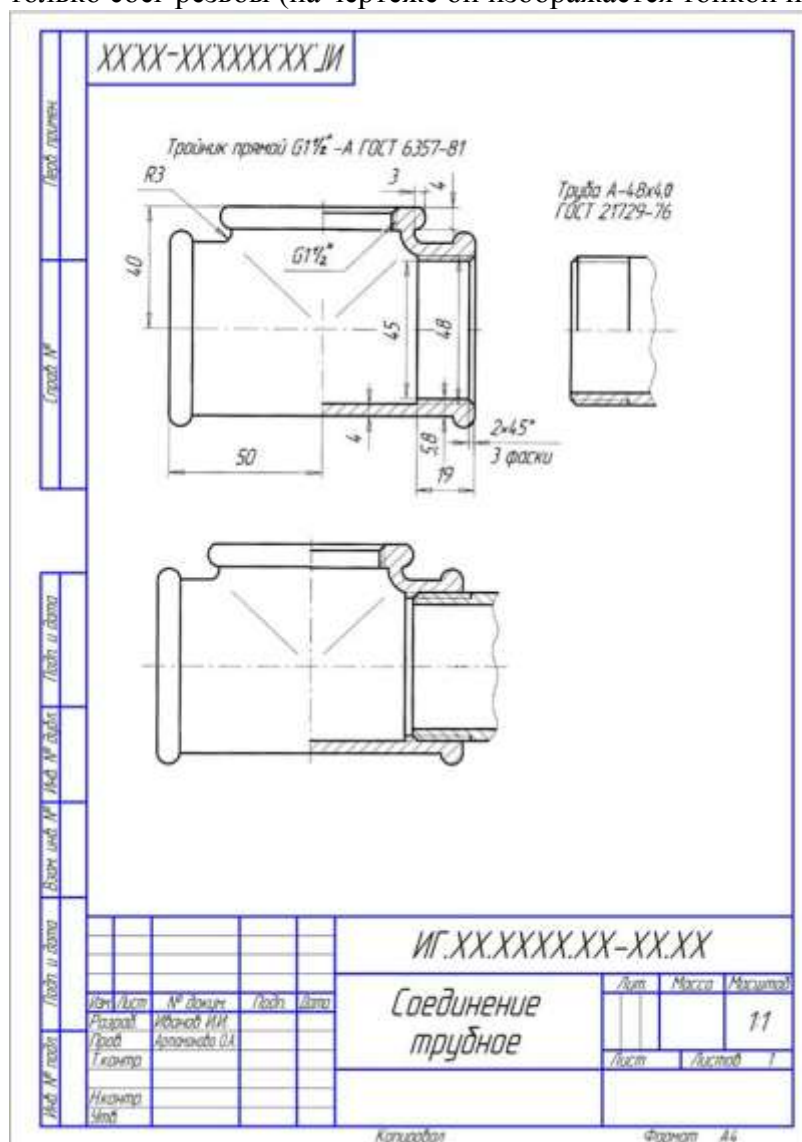

Рис. 71 Пример оформления графической работы
4. Начертить трубное соединение и его составные части (рис. 71).